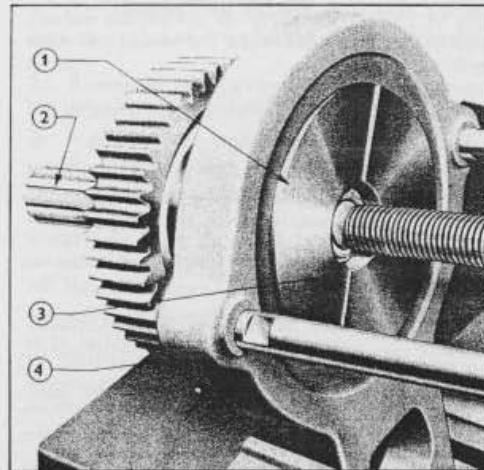

Fig. 12 = Depose du Roulement encastre d'Arbre de Sortie secondaire
i) Disposer les adaptateurs T.7000-12 autour de la cage intérieure du roulement avant, puis monter le tout sur l'Outil principal T.7000 (voir Fig. 12). Exercer une pression sur l'extrémité antérieure de l'arbre en serrant la vis centrale de l'outil, puis retirer la cage intérieure de roulement.